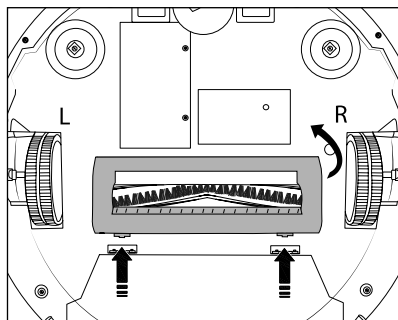

Fig. 14
- ◆ Appuyez sur les deux touches de déverrouillage du cache du rouleau brosse **15** pour le détacher. Retirez le cache du rouleau brosse **15** de l'appareil (voir fig. 14).